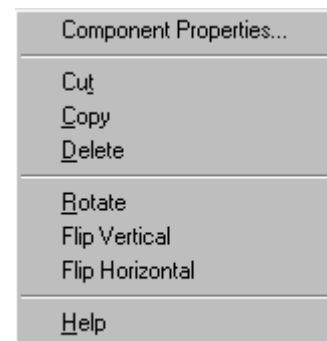

Рисунок 8.5
- клацнути один раз правою клавішею миші так, щоб контур позначення резистора почервонів, після чого з'явиться меню (рис. 8.5);
- клацнути один раз правою клавішею миші так, щоб контур позначення джерела почервонів, після чого з'явиться меню (рис. 8.5);